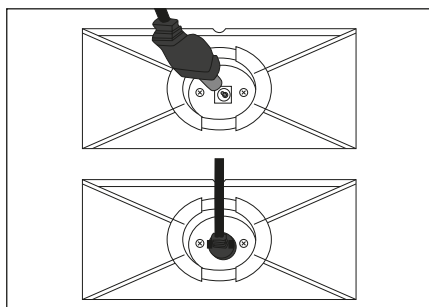

Fig. 5
- 2) Introduceți conectorul-tată 11 al adaptorului de rețea 10 în conectorul de pe partea inferioară a suportului aparatului 17. Introduceți cablul adaptorului de rețea 10 prin decupajul de pe partea din spate a încărcătorului 15 (a se vedea fig. 5).